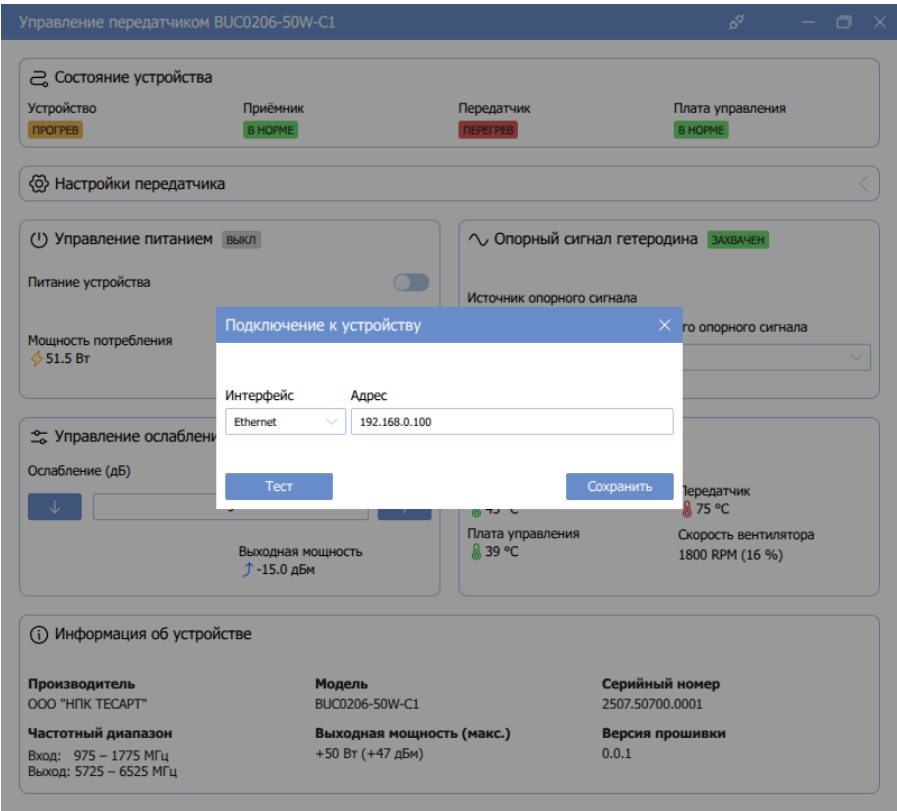

Рисунок 7 – Подключение передатчика в ПО
2.3.2.5 Для подключения передатчика в программном обеспечении необходимо выбрать интерфейс подключения. Для подключения по Ethernet необходимо ввести IP-адрес передатчика. IP-адрес передатчика по умолчанию 192.168.0.100. Для подключения по RS232/RS485 выбрать COM-порт на ПК для подключения (рисунок 7).